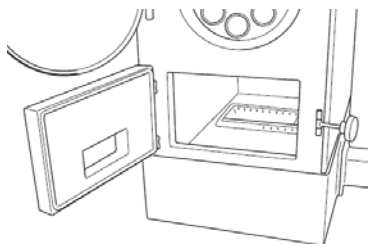

РИС. 14
- удалить из горелки спёкшиеся комки (рис. 14).